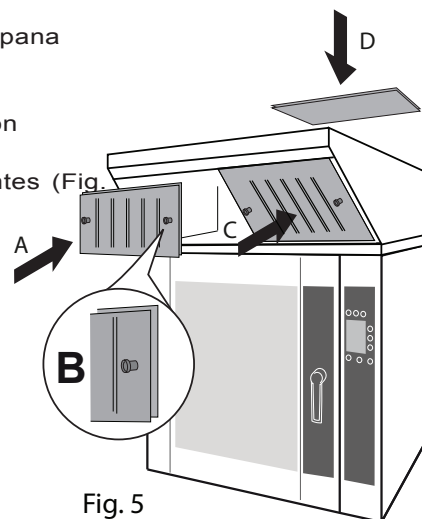

Fig. 5
1. Introduzca el panel trasero en la guía correspondiente (Fig. 5/A) con la ayuda de las manijas (Fig. 5/B)
2. Introduzca los dos paneles delanteros en la guías correspondientes (Fig. 5/C) con la ayuda de las manijas (Fig. 5/B)
3. Introduzca el filtro superior y fíjelo con el bloque correspondiente (Fig. 5/D).
1. Levante los filtros delanteros y quítelos de su guía (Fig. 5/C).
2. Levante el filtro trasero y quítelo de su guía (Fig. 5/A).
3. Gire el bloque de fijación y quite el filtro superior (Fig. 5/D).